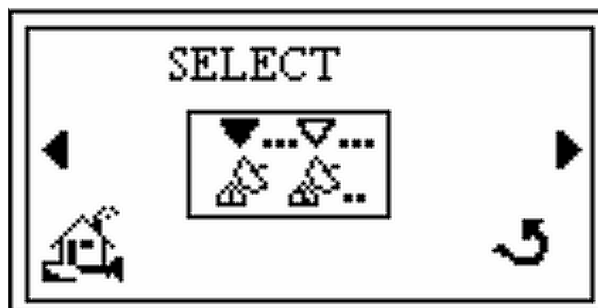

図 2-14 Select 画面
4. **Enter** を押すと *Select* 画面が表示されます (図 2-14)。